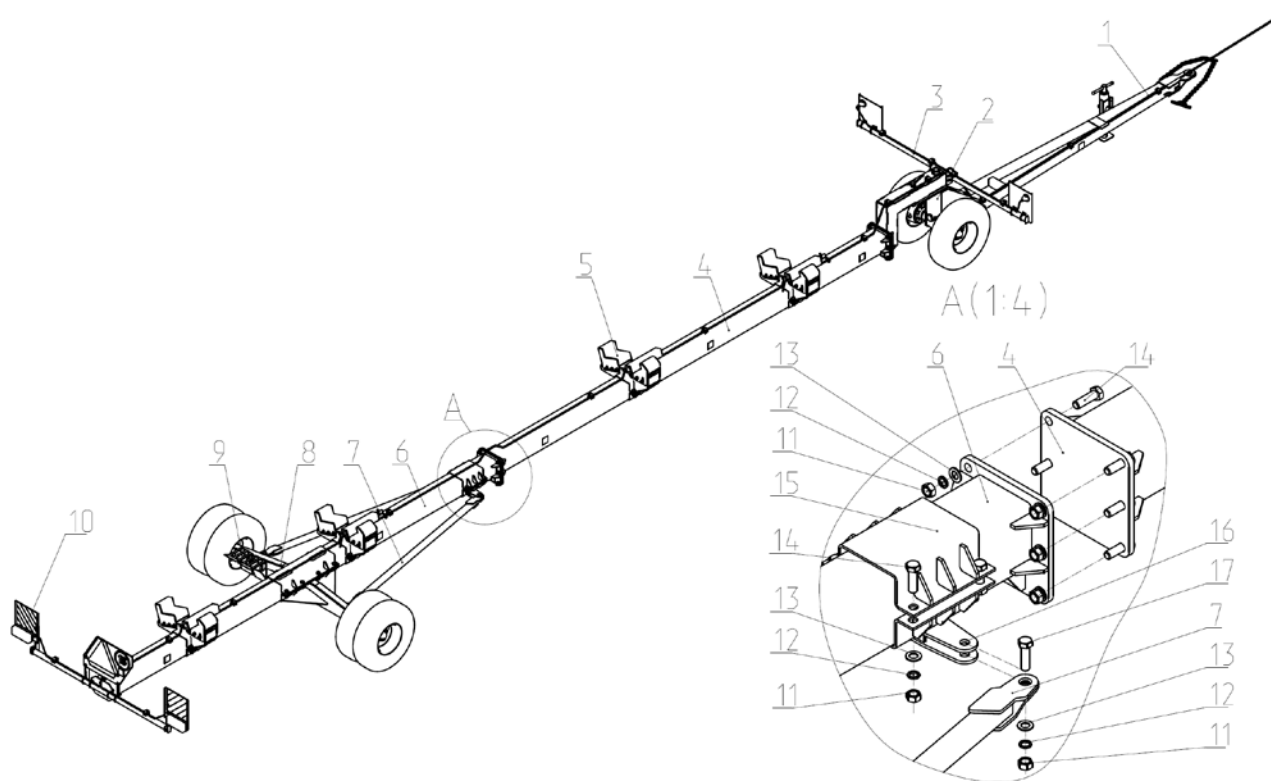

Рис.1 ЖНПС 11.000 Приспособление для перемещения адаптера.
2.1 Приспособление состоит из рамы, которая представляет собой сборную конструкцию, продольных балок 4, 6 (рис.1) и фаркоп 1, двух растяжек 7, мост задний в сборе.
Для установки и крепления адаптеров на раме приспособления установлены три передвижные опоры 5 (рис.1), противооткатные упоры 9, штанга передняя с сигналами 3, штанга задняя с сигналами 10.